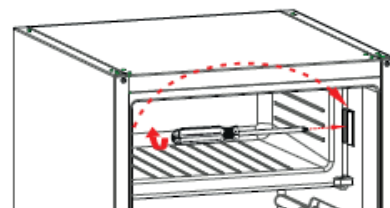

Fig. 8
- ▶ Suelte el tornillo de la cerradura del congelador y retire la cerradura. (fig. 8).